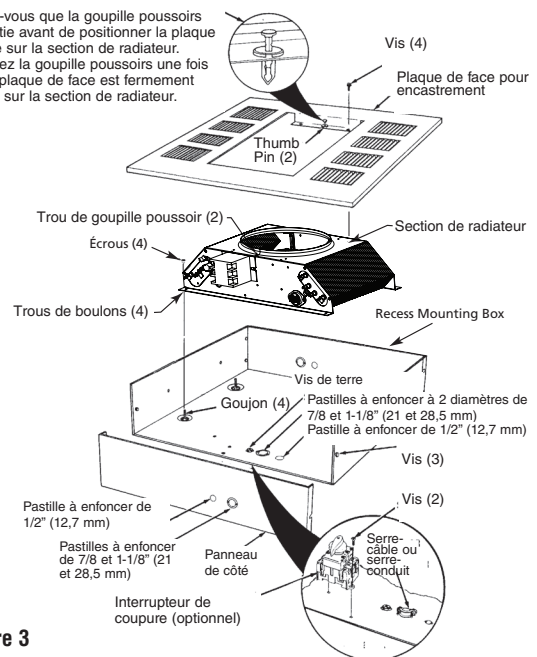

Figure 3
1. Enlevez le boîtier de montage encastré (Figure 3) du carton contenant l'enceinte de montage encastré, de type REA.
2. Enfoncez l'une des pastilles et installez-y un serre-câble ou serre-conduit (Figure 3).
4. Installez l'interrupteur de coupure optionnel (si nécessaire) comme c'est montré en Figure 3.
8. Positionnez la section de radiateur par-dessus les goujons du boîtier de montage encastré (Figure 3).
- Poussez la section de radiateur sur les goujons et serrez bien les quatre écrous (fournis) sur ces goujons pour fixer la section de radiateur sur le boîtier de montage encastré (Figure 3).
- Enlevez la plaque de montage encastré (Figure 3) du carton contenant l'enceinte de montage encastré, de type REA.
**REMARQUE :** Assurez-vous que la goupille poussoir dans chaque extrémité de la grille de soufflage est tirée en position sortie pour permettre aux corps de goupille de bien entrer dans les trous de la section de radiateur (Figure 3).
- Installez et serrez bien quatre vis (fournies) pour retenir la plaque de face pour encastrement avec la section de radiateur (Figure 3).